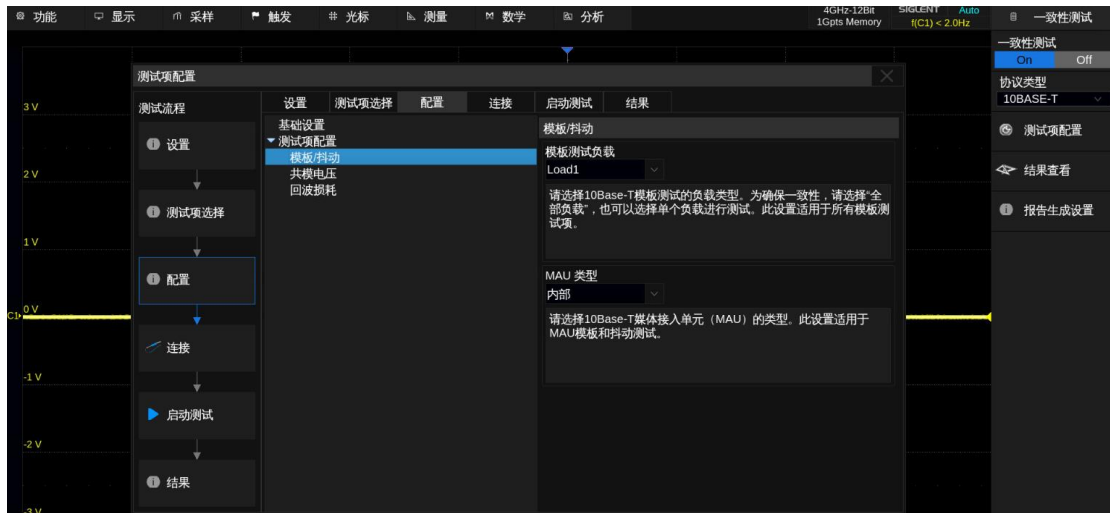

图 4-4 配置窗口
- 配置：可设置示波器测量的信源、模板测试负载、MAU 类型、共模电压测试时间等，点击即可对相应的测试项进行配置，如图 4-4 所示。